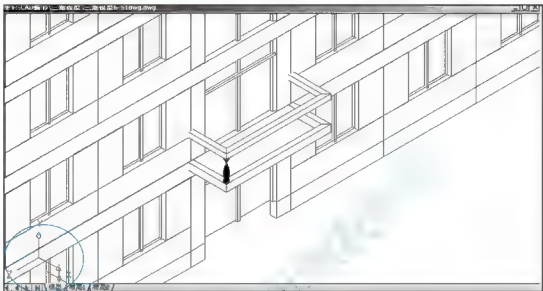

图 6.53 花瓶的三维视图
(5) 执行菜单栏中的【视图】|【合并】命令。
① 在选择主视口 <当前视口>: 提示下, 按 Enter 键, 表示选择当前视口。
② 在选择要合并的视口: 提示下, 在另外一个视口内单击, 这样又将两个视口合并为一个视口。
(6) 执行菜单栏中的【三维视图】|【西南等轴测】命令, 结果如图 6.53 所示。
(1) 注意观察图 6.53 内的坐标系, 需将其调整为世界坐标系。